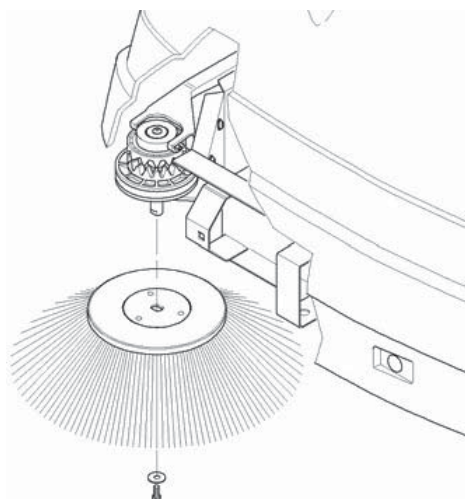

Fig. 2
- Sæt børsten på akslen (fig.2).